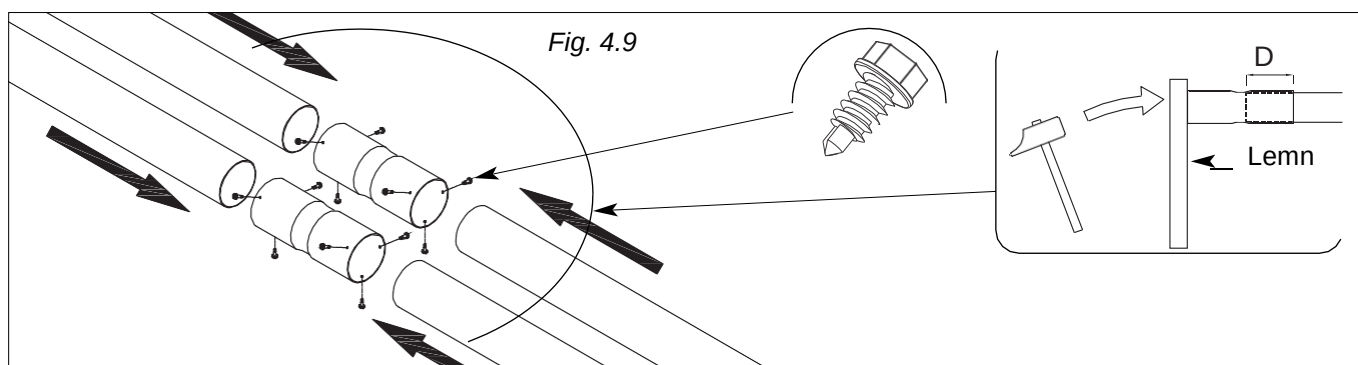

Fig. 4.9
- 3) **Pentru modelele INFRA 9 ES, INFRA 9 ES-R, INFRA 12 ES, INFRA 12 ES-R, INFRA 15 ES:** Montați manșoanele, fixându-le întotdeauna cu șuruburile furnizate, inserând cu atenție tuburile până când sunt blocate în manșon (D2 = aproximativ 110 mm), eventual cu un ciocan, având grijă să așezați o bucată de lemn între ciocan și manșon (vezi fig. 4.9).